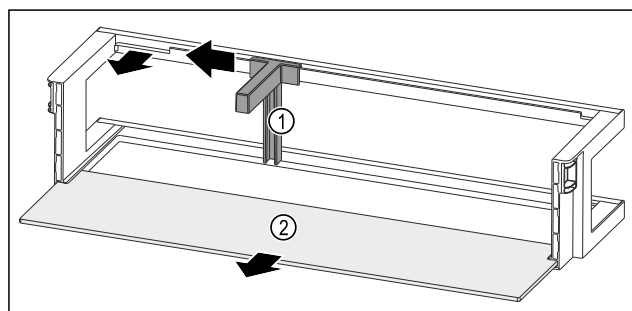

Fig. 118 带瓶托和搁板的门边存放架
- ▶ 将瓶托 Fig. 118 (1) 推至槽口。
- ▶ 取出瓶托 Fig. 118 (1)。
- ▶ 取出搁板 Fig. 118 (2)。